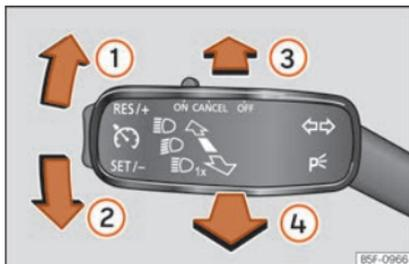

Abb. 131 Blinker- und Fernlichthebel.
- Drücken Sie den Hebel »» Abb. 131 nach oben ① bzw. nach unten ②.
- Drücken Sie den Hebel »» Abb. 131 nach vorn in Pfeilrichtung ③.
- Das Fernlicht schalten Sie ab, indem Sie den Hebel zum Lenkrad in Pfeilrichtung ④ drücken.
- Ziehen Sie den Hebel »» Abb. 131 zum Lenkrad (gefederter Stellung) in Pfeilrichtung ④.
- Ziehen Sie den Blinklichthebel »» **Abb. 131** »» **Seite 131** nach oben, bzw. nach unten – das Parklicht auf der rechten bzw. linken Fahrzeugseite wird eingeschaltet.